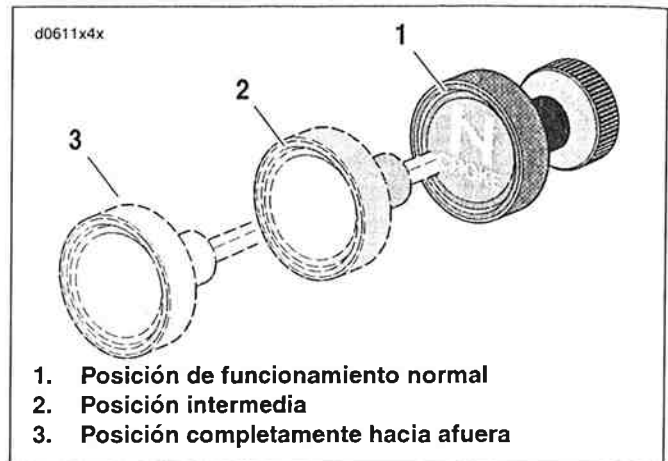

Figura 4-1. Funcionamiento del enriquecedor
ASEGÚRESE DE QUE EL ACELERADOR ESTÉ CERRADO. Vea la Figura 4-1. Tire la perilla del enriquecedor (3) totalmente hacia afuera. Encienda el interruptor del encendido y presione el interruptor de arranque para que funcione el arranque eléctrico.
- Después del calentamiento inicial de 15-30 segundos, maneje por 1 minuto o 0,8 km (0,5 millas) con la perilla del enriquecedor en la posición completamente hacia afuera (3).
- Después de 1 minuto o 0,8 km (0,5 millas), empuje la perilla del enriquecedor a la mitad (2). Conduzca durante 1 minuto o 0,8 km (0,5 millas).